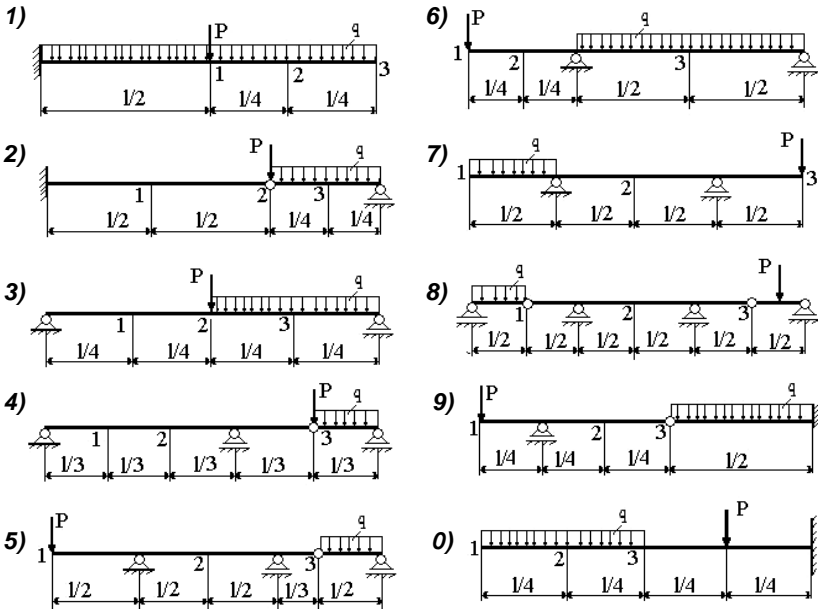
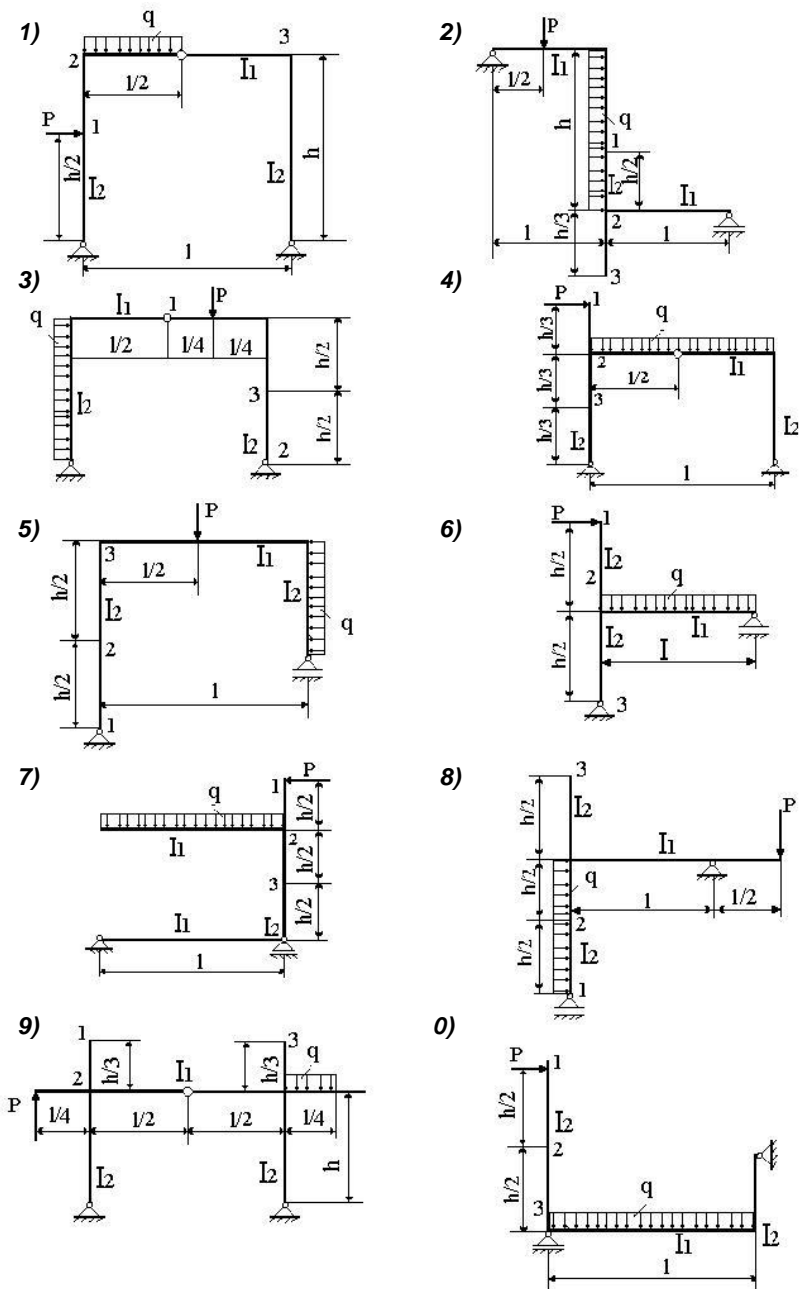

Рис. 3
Рис. 4
Задание. Для балки (рис. 3) и рамы (рис. 4) (номер рисунка выбирается в соответствии с цифрами шифра зачетной книжки), размерами и нагрузкой, указанными в табл. 4, требуется определить линейное (для балки – прогиб, для рамы – горизонтальное) и угловое перемещение заданного сечения.
по рис. 3(1)	по рис. 3(2)